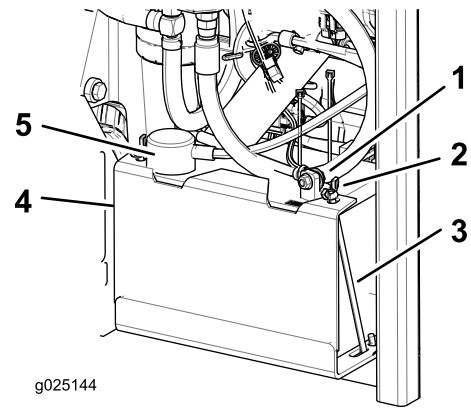

Figura 38
3. Desconecte el cable negativo (negro) del borne negativo (-) (negro) de la batería (Figura 38).
4. Retire la cubierta de goma roja del borne positivo (rojo) de la batería y retire el cable positivo (+) (rojo) (Figura 38).
5. Retire las tuercas de orejeta que sujetan los ganchos (Figura 38).
6. Retire la abrazadera (Figura 38).
1. Coloque la batería en la bandeja, con los bornes frente al depósito de aceite hidráulico (Figura 38).
4. Fije los cables con 2 pernos, 2 arandelas, y 2 contratuercas (Figura 38).
6. Instale la abrazadera y sujétela con las tuercas de orejeta y los ganchos (Figura 38).